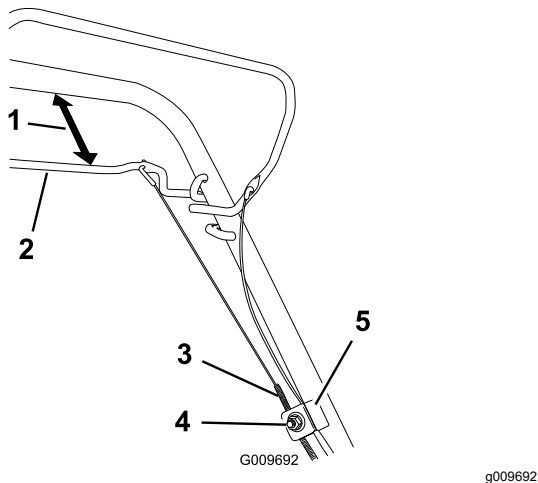

Рисунок 23
1. Ослабьте гайку держателя троса (Рисунок 23).
2. Удерживайте зазор величиной от 25 до 38 мм между штангой управления самоходным приводом и рукояткой (Рисунок 23).
3. Потяните трос (по направлению к машине), пока он не ослабнет (Рисунок 23).